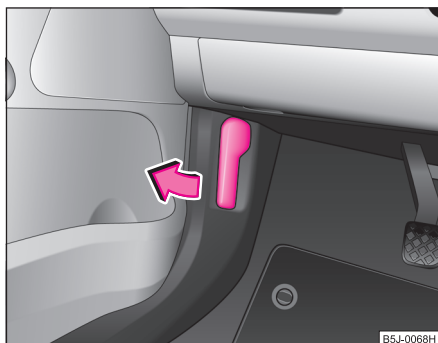

Abb. 141 Entriegelungshebel für Motorraumklappe
⇒ Abb. 141.
- Entriegeln Sie die Motorraumklappe ⇒ Seite 208, Abb. 141.